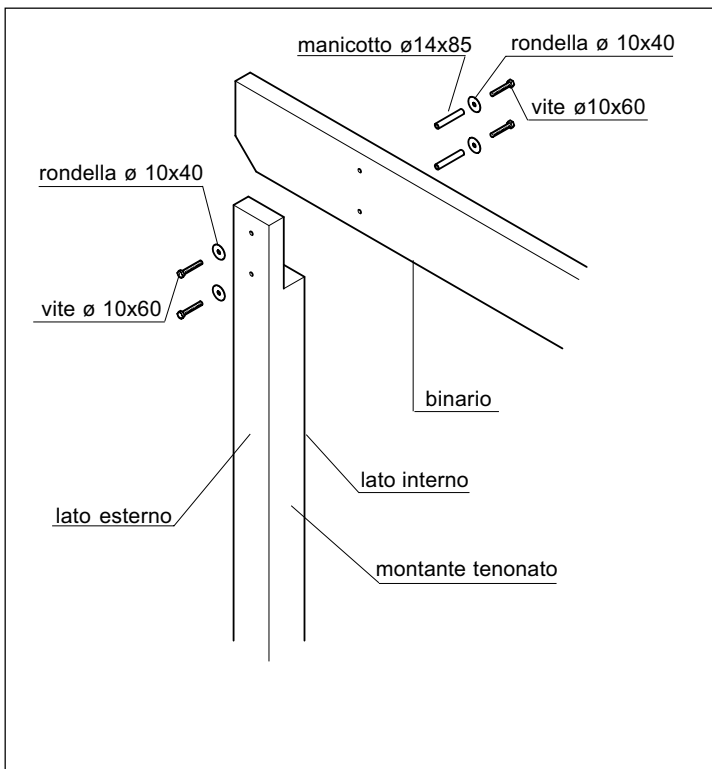

Fig. 1
N.B.: La parte smussata del montante va rivolta verso l'interno (Fig. 1).